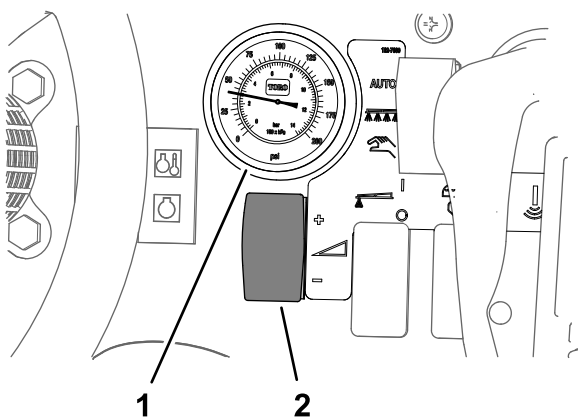

Рисунок 49
2. Используйте переключатель нормы внесения для установки давления в системе опрыскивания приблизительно на 2,76 бар; см. раздел Рисунок 49.